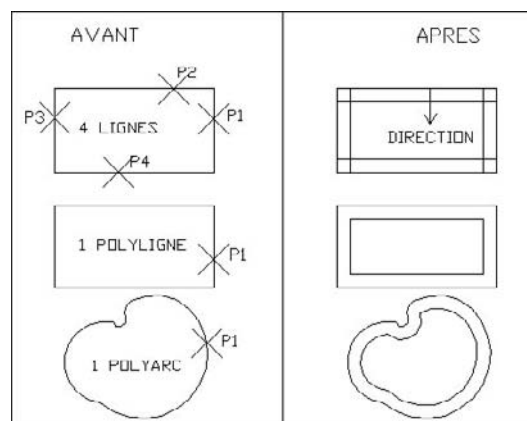

Fig.5.4
- 1 Exécuter la commande de copie à l'aide d'une des méthodes suivantes (fig.5.4) :